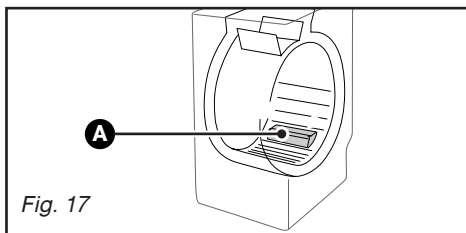

Fig. 17
– ouvrez les portillons du tambour. Au fond de ce dernier vous voyez apparaître une pièce en plastique **A** (Fig. 17)